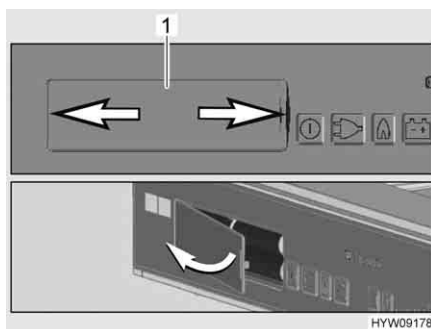

Fig. 150 Vano batteria
- Premere contemporaneamente a sinistra e a destra sul coperchio (Fig. 150,1) del vano batteria (freccia).